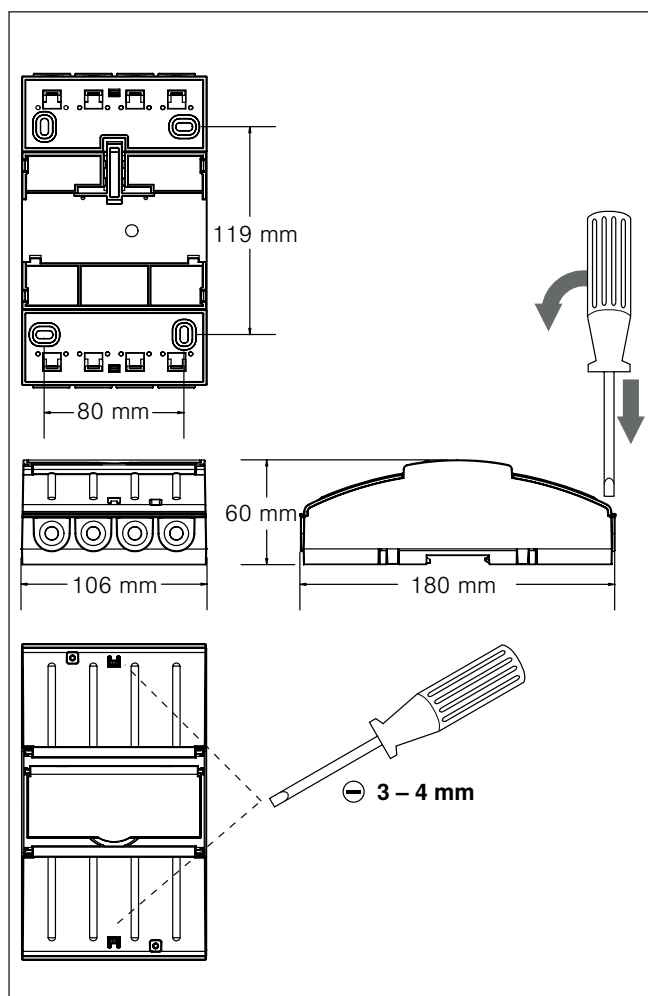
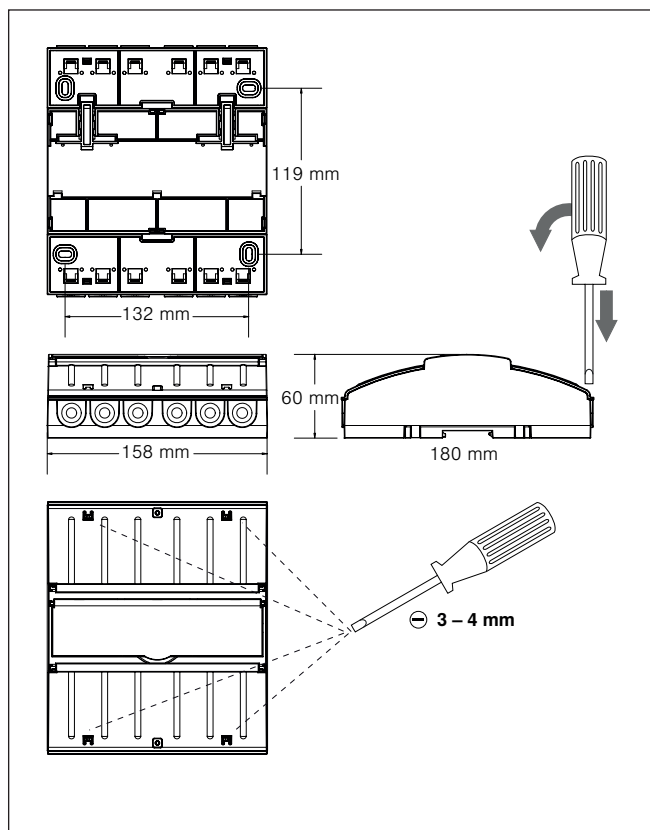
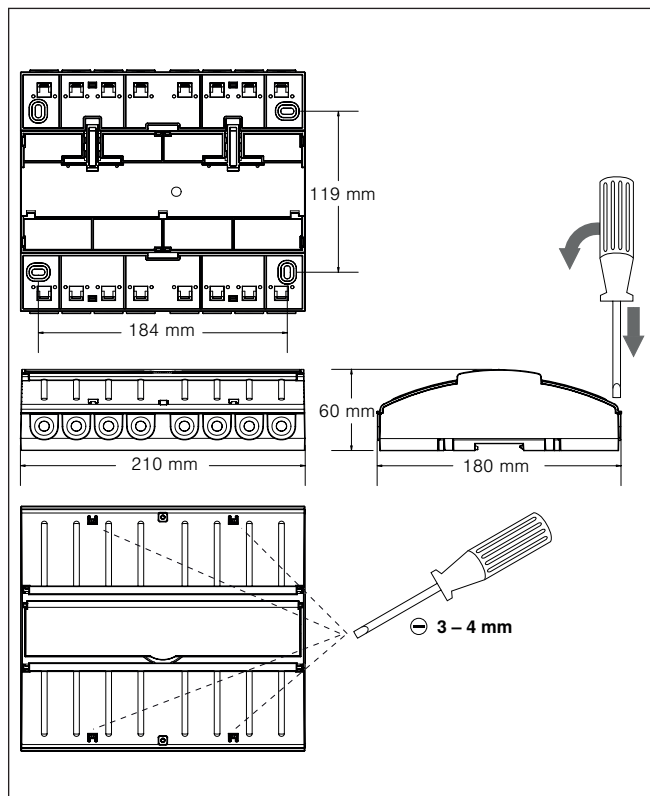

Abb. 2 AP-Gehäuse für MSE Kompakt 2
Abb. 3 AP-Gehäuse für MSE Kompakt 3 / 4
Abb. 4 AP-Gehäuse für MSE Kompakt 6
- AP: Zum Öffnen des Gehäuses drücken Sie bitte mit einem Schlitzschraubendreher (Empfehlung: Klinge 3,0 - 4,0 mm) nacheinander in die beiden Gehäuseöffnungen und hebeln Sie das Gehäuse vorsichtig auf (s. Abb. 2 ff). Alternativ kann die AP-Variante auch auf einer Hutschiene (TH 35-15) montiert werden. Verschrauben Sie den Deckel nach der Montage mit den beiliegenden Schrauben.
Abmessungen	Siehe Abb. 2, Abb. 3, Abb. 4